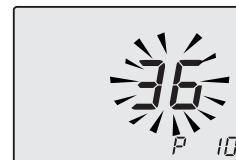

Рисунок 5.45
- Пролистать параметры, используя кнопки 16 и 17 до появления на ЖК-дисплее кода **P10** и значения параметра, которые указывают на вход в "параметр 10" (Рисунок 5.45).